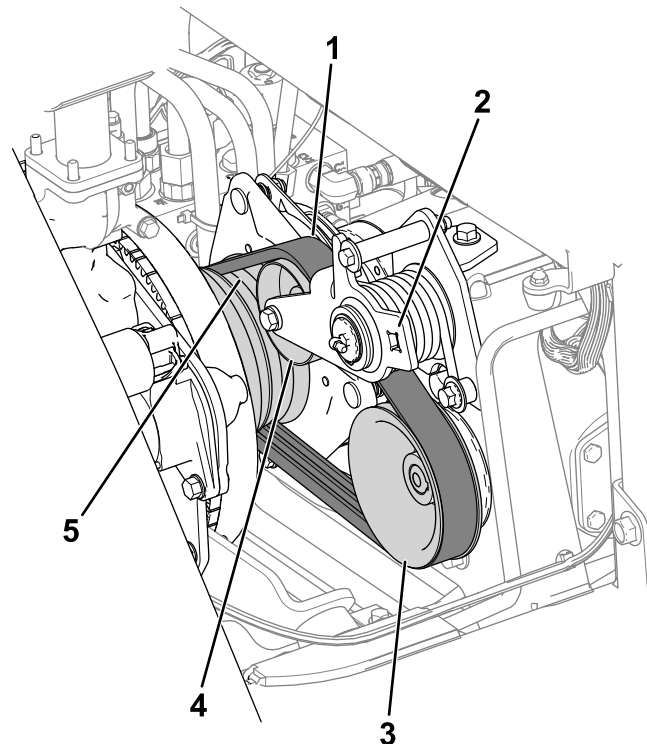

Bild 76
- Führen Sie den Riemen über die Motorriemenscheibe, die Spannscheibe und der Riemenscheibe der Pumpe (Bild 76).